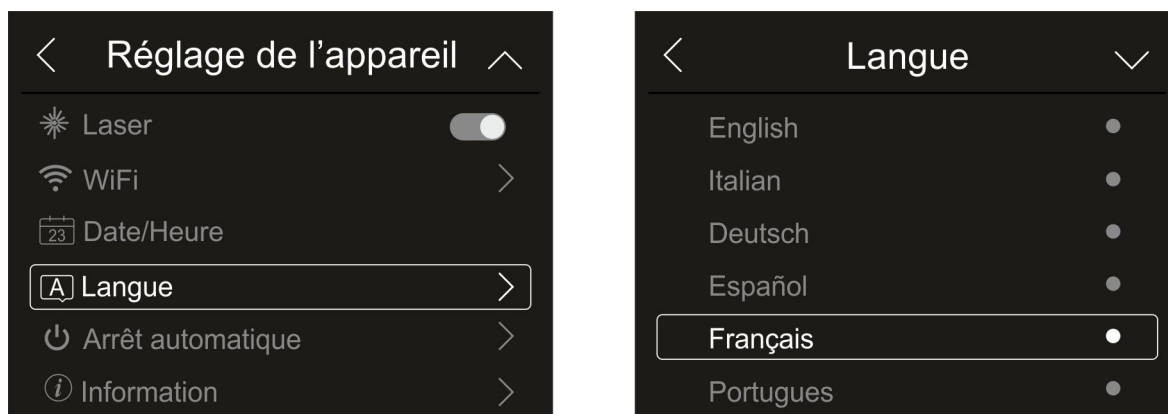

Fig. 19: Sélection de la langue du système
1. Touchez l'élément «Langue» pour définir la langue du système. La page-écran de la Fig. 19 – partie droite s'affiche à l'écran :